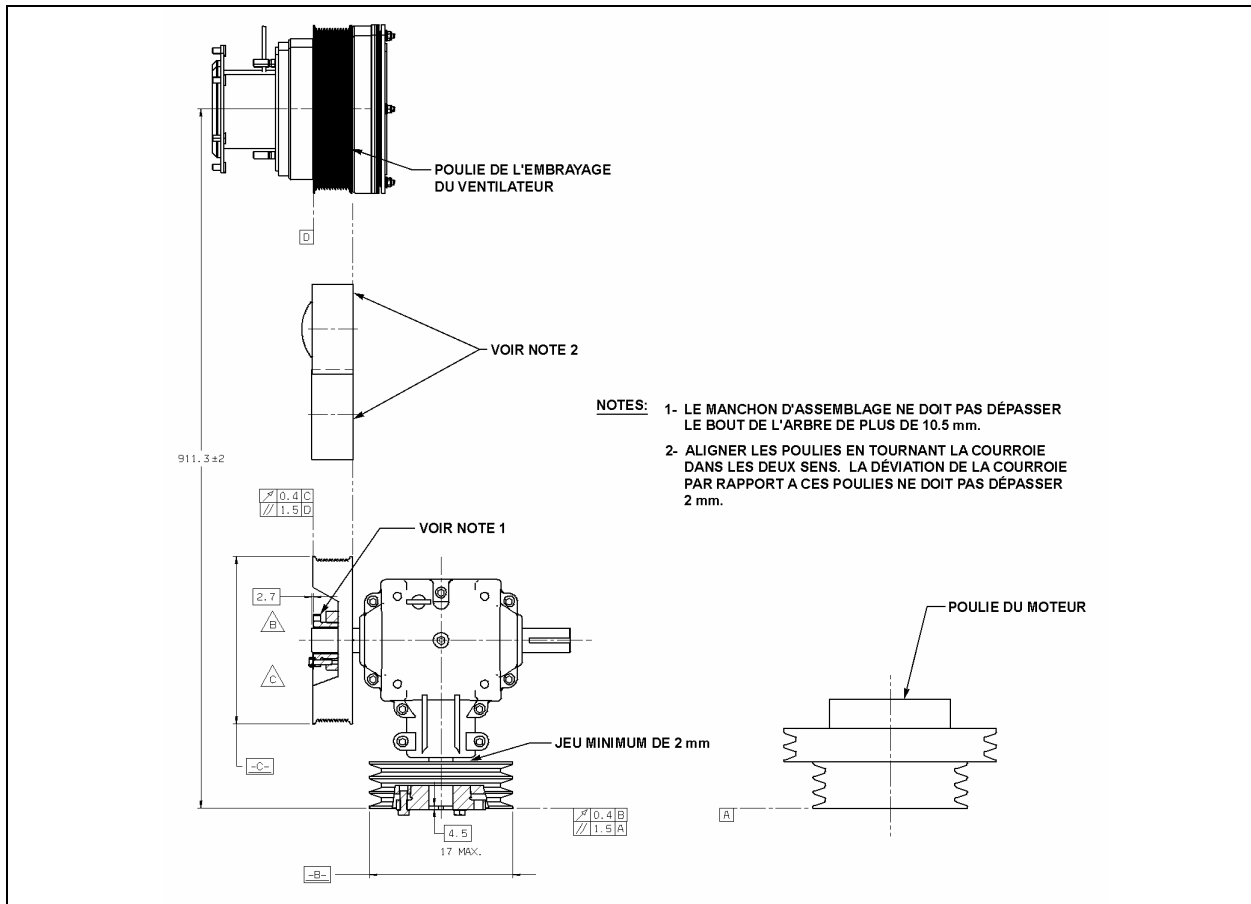
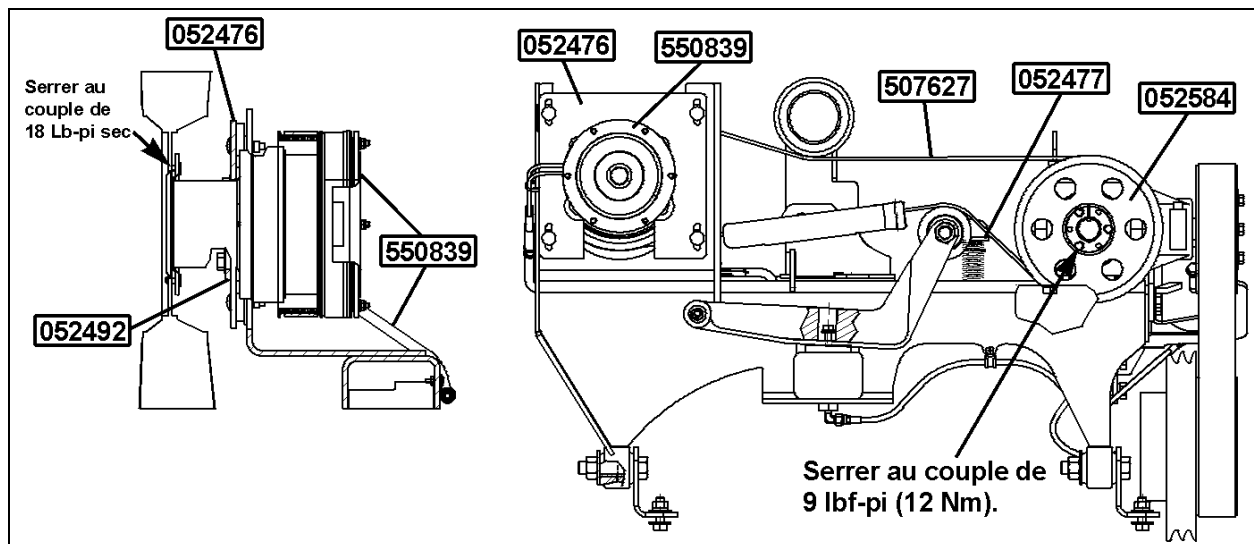

FIGURE 1
FIGURE 2
7. Déposer temporairement l'embrayage du ventilateur (550839) sur le socle de fixation puis installer la plaque support (052476) sur le socle et la fixer à l'aide des nouveaux boulons de carrosserie (502891) et des écrous. Monter l'embrayage sur la plaque support et le fixer temporairement à l'aide des rondelles plates (500444) et des écrous Stover (500680) (Voir figure 2).
15. Installer la nouvelle poulie (052584) sur la boîte d'engrenages. Fixer le manchon d'assemblage de la poulie sur la bride d'accouplement à l'aide de la clavette et des 3 vis installées sur le manchon en respectant les jeux indiqués à la figure 1. Serrer les vis au couple de 9 lbf-pi (12 Nm) (figure 2).
16. Acheminer le câblage d'alimentation de l'embrayage le long du socle de fixation comme à la figure 2. Fixer le câblage d'alimentation sur le support de l'embrayage à l'aide d'attaches de nylon (504637). Au besoin, percer des trous de 7 mm pour installer des attaches-câbles à montage rapide (509815) et (504637), fixer le câblage.
17. Utiliser une règle pour aligner la poulie de l'embrayage du ventilateur avec la poulie de la boîte d'engrenages. Installer la courroie (507627) sur les poulies du mécanisme d'entraînement, desserrer les boulons de fixation de la boîte d'engrenages afin de pivoter la boîte et aligner la courroie sur les poulies (Voir figure 1). Resserrer les boulons.